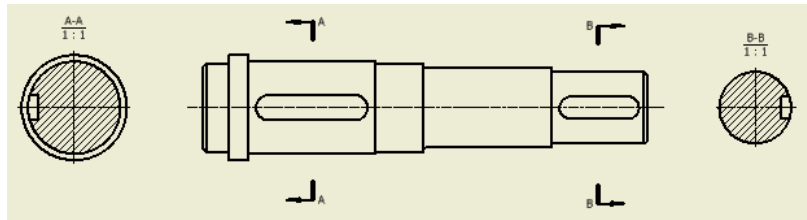
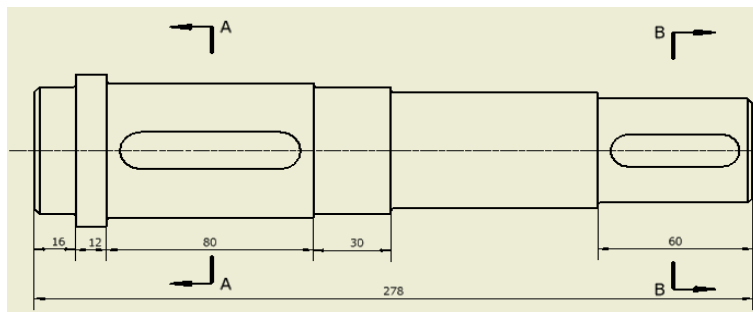

图 12-17 创建中心标记
图 12-18 长度方向的尺寸标注
①为主视图和两个剖视图创建中心标记，如图 12-17 所示。然后为主视图标注长度方向的零件尺寸，标注过程不再详细叙述，长度方向尺寸标注完成的主视图如图 12-18 所示。